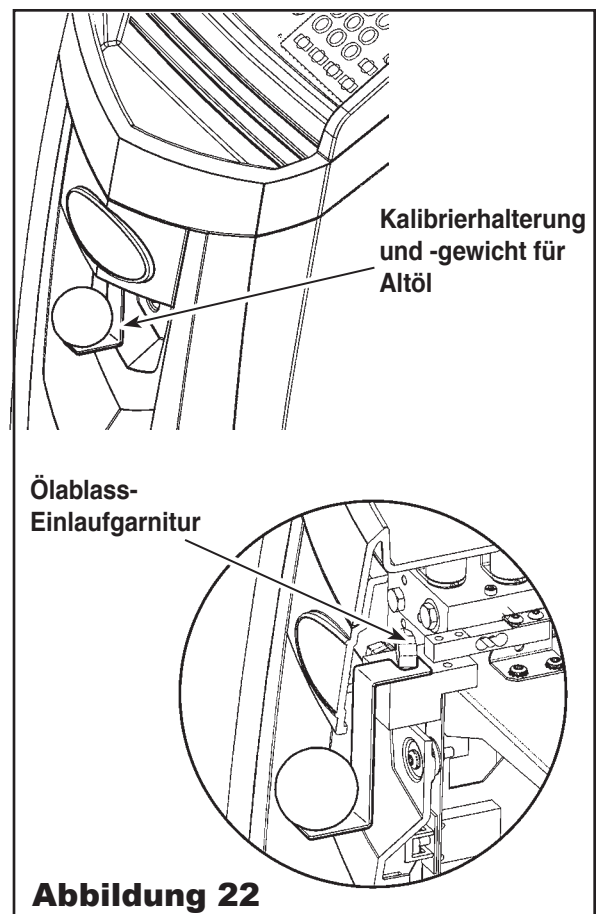

Abbildung 22
2. Die Kerbe in das Ende der Ölablass-Kalibrierhalterung (mitgeliefert) um die Ölablass-Einlaufgarnitur einhaken (siehe Abbildung 22).